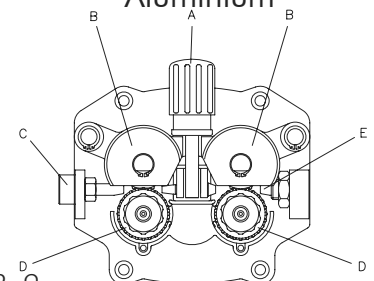

ABB. 9
- Den Plastikgriff (A) lockern und senken und den Drahtandrückhebel (B) lösen (Abb. 9). Eventuelle Drahtreste aus der Ummantelung (E) nehmen.
- Den Draht von der Spule lösen und mit einer Zange festhalten, damit er sich nicht abrollt. Falls notwendig geradebiegen, bevor er in die Eingangsführung (C) für den Draht eingeführt wird. Den Draht nun über die untere Rolle (D) schieben und in die Ummantelung (E) einführen.